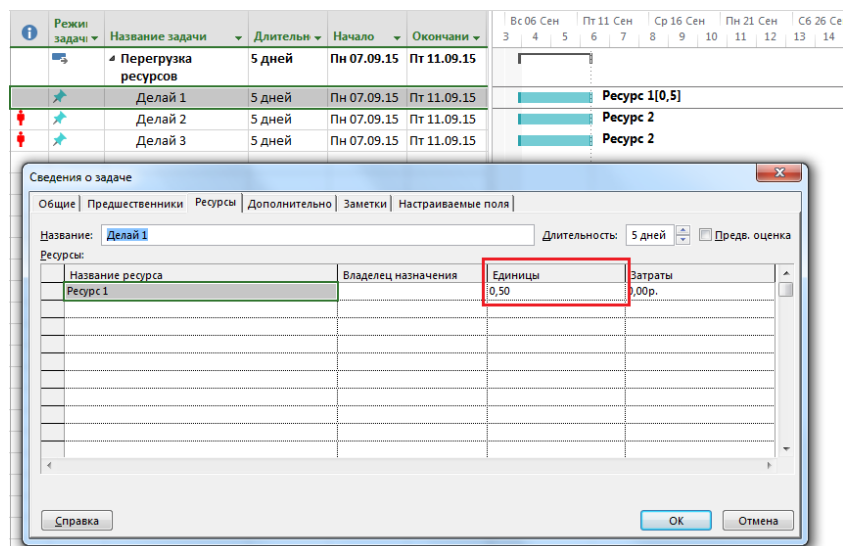

Рисунок 9.5 – Автоматическое уменьшение трудозатрат перегруженных ресурсов
2. Уменьшить трудозатраты перегруженного ресурса и сохранить длительность, Рисунок 9.5. При этом Microsoft Project уменьшит количество единиц назначения ресурса;